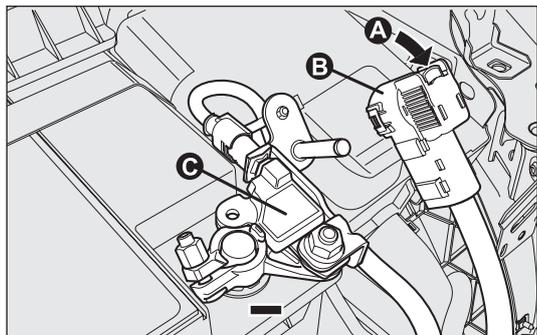

fig. 114
- premere il pulsante A-fig. 114 per ottenere lo stacco del connettore B dal sensore C di monitoraggio stato batteria (quest'ultimo ubicato sul polo negativo della batteria stessa).